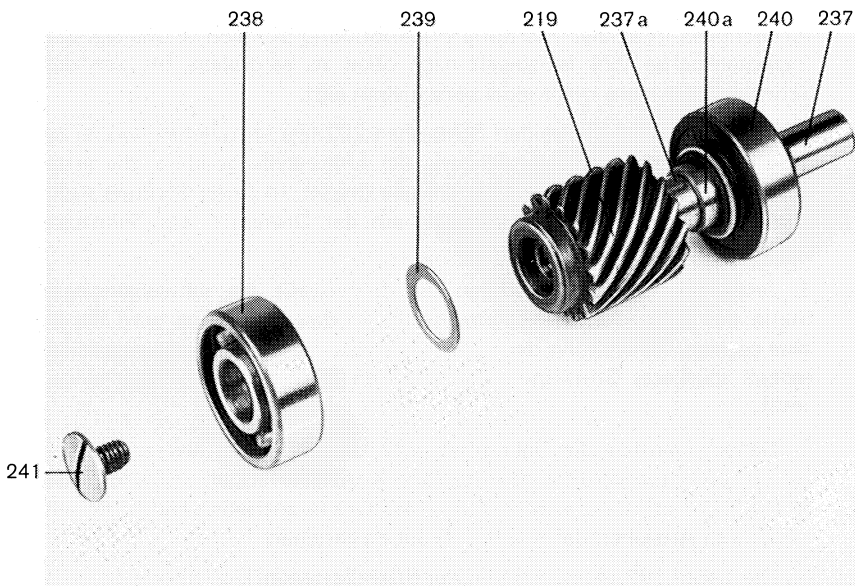

Abb. 38
9. die Schraube 241 herausschrauben (Linksgewinde), das Kugellager 238, die Scheibe 239 sowie die Schnecke 219 abziehen und diese gegen eine neue austauschen. Die anderen Teile in umgekehrter Reihenfolge wieder einsetzen (siehe Abbildung 38).